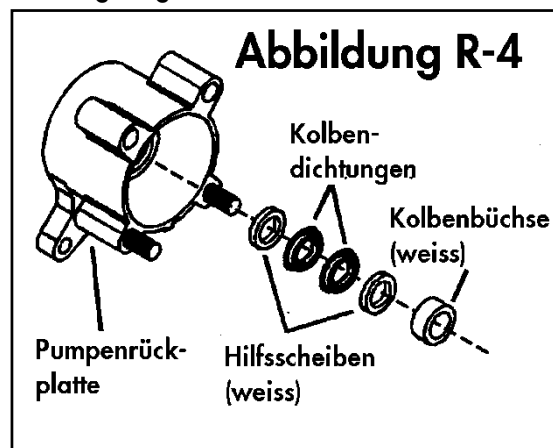

Abbildung R-4
7. Stossen Sie mit einem dünnen, runden Gegenstand (z. B. Bleistift) von hinten durch die Bohrung der Pumpenrückplatte und entfernen Sie die Bestandteile aus der Bohrung, nämlich zwei weisse, dünne Kunststoffringe, zwei Dichtungsringe sowie ein breiter weisser Kunststoffring (Abb. R-4).
4. Ziehen Sie eine dünne, weisse Hilfsscheibe über die Kolbenstange (vgl. Abb. R-4) und drücken Sie diese fest in das Loch der Rückplatte. Als nächstes ziehen Sie einen Dichtungsring mit der breiteren Seite nach unten zeigend über die Kolbenstange. Den zweiten Dichtungsring setzen Sie in derselben Weise auf. Drücken Sie beide Ringe fest in das Loch der Platte. Die zweite weisse, dünne Hilfsscheibe sowie die weisse Kolbenbüchse werden anschliessend über die beiden Dichtungsringe gesetzt und fest eingedrückt. Nehmen sie das Hilfswerkzeug zu Hand und drücken Sie alle Bestandteile mit diesem in das Loch der Rückplatte, so dass nichts mehr hervorsteht. Die Komponenten müssen mit der Platte eine Ebene bilden.